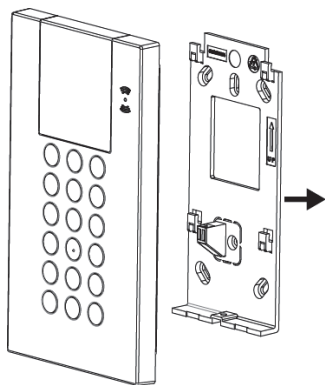

Figura 1
1. Separare la staffa di fissaggio dalla tastiera (vedi Figura 1).